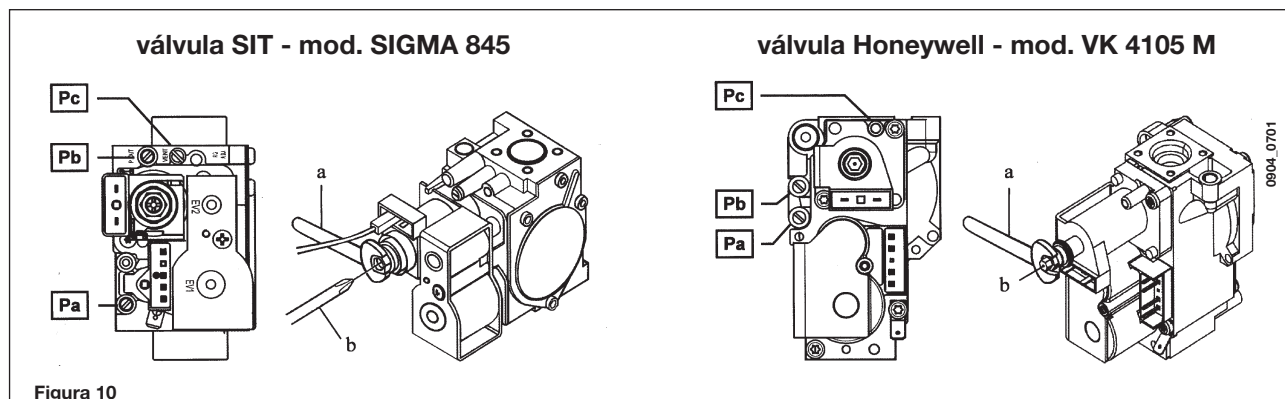

Figura 10
Las calibraciones del regulador de presión son ligeramente diferentes según el tipo de válvula del gas utilizada (**HONEYWELL** o **SIT**, figura 10).
- Conecte la toma de presión positiva de un manómetro diferencial, si es posible de agua, en la toma de presión (**Pb**) de la válvula del gas (Figura 10). Sólo en los modelos con cámara estanca: conecte la toma negativa del mismo manómetro a una **T** que permita conectar al mismo tiempo la toma de compensación de la caldera, la toma de compensación de la válvula del gas (**Pc**) y el manómetro. Una medición similar puede realizarse conectando el manómetro a la toma de presión (**Pb**) sin el panel frontal de la cámara estanca. Cualquier otro método utilizado para medir la presión en los quemadores podría dar resultados falsos, ya que no tomaría en cuenta la depresión creada por el ventilador en la cámara estanca.
- Controle que la presión dinámica de alimentación de la caldera, medida en la toma de presión (**Pa**) de la válvula del gas (Figura 10), sea correcta (37 mbar para propano o 20 mbar para gas natural).